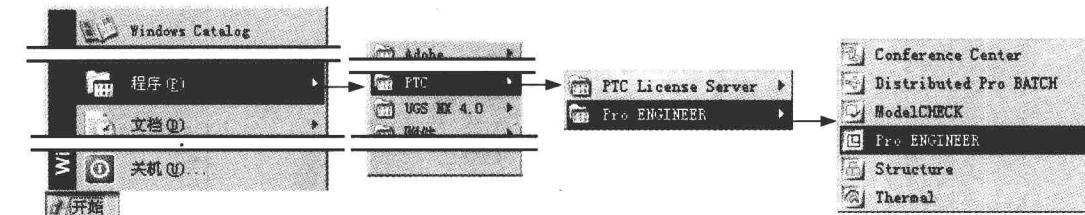

图 1.5.1 Windows “开始”菜单
Step2. 如图 1.5.1 所示，选择 → → → 命令，系统便进入 Pro/ENGINEER 软件环境。